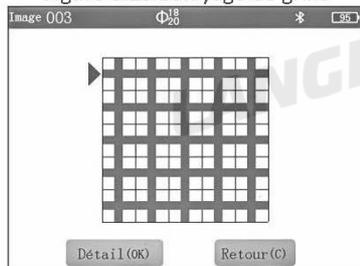

Figure 3.21 Interface de visualisation de la position de balayage en mode de balayage d'image
2. En entrant dans l'interface d'affichage graphique des données de balayage d'image, il affiche d'abord le résumé de toutes les mesures en cours. L'interface est illustrée à la Figure 3.21. Sélectionnez d'abord la position de balayage à visualiser en appuyant sur la touche de direction, puis appuyez sur [ok] pour accéder à l'interface de visualisation des données graphiques de la position de balayage sélectionnée.